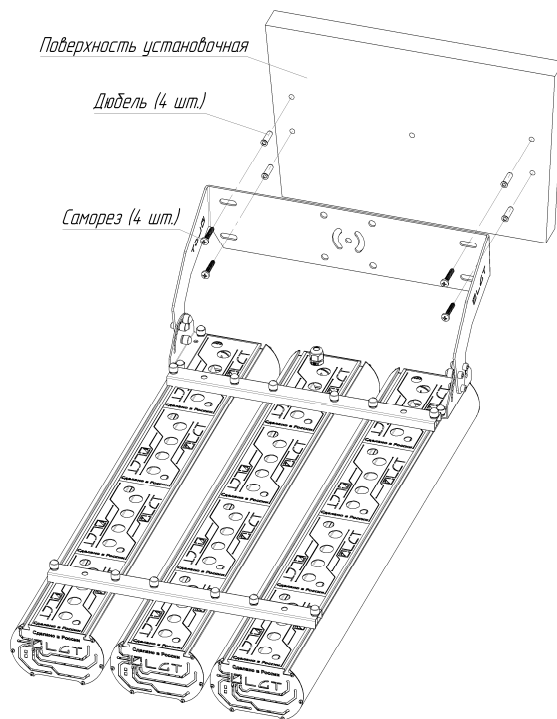

Рис. 7
6.7.7 Закрепить светильник на установочной поверхности, используя четыре самореза М8 длиной не менее 40 мм. Рис. 7.